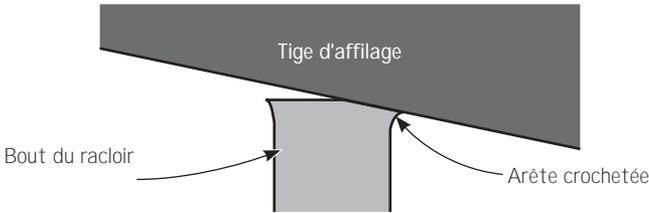

Figure 3: Formation d'un crochet
4. Régler l'affiloir à l'angle désiré, puis effectuer une ou plusieurs passes sur les arêtes pour former le crochet désiré. Seule l'expérience permettra de déterminer le nombre de passes nécessaires à la formation d'un crochet efficace – voir la **figure 3**.